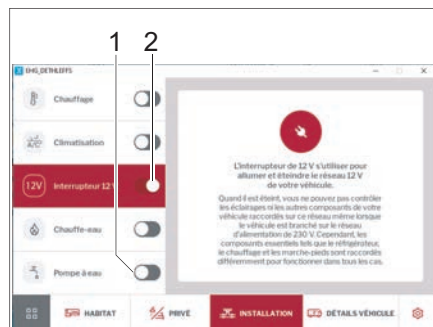

Fig. 263 12 V et pompe à eau
- Activer ou désactiver le réseau 12 V du véhicule à l'aide de l'interrupteur coulissant (Fig. 263,2).
- Activer ou désactiver la pompe à eau à l'aide de l'interrupteur coulissant (Fig. 263,1).